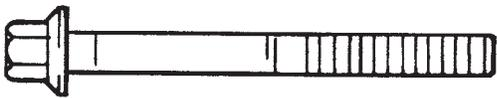

Figure 11-10. Boulons de bielle.
5. Monter la chape interne de bielle à l'aide des deux vis hexagonales à embase. Trois types différents de boulons pour bielles ont été utilisés et chaque boulon a son propre couple de serrage. Si des boulons de 8 mm à tige droite sont utilisés, serrer par étapes à **22,7 N·m (200 pouces lb)**. Si des boulons de réduction de 8 mm sont utilisés, serrer par étapes à **14,7 N·m (130 pouces lb)**. Si des boulons de 6 mm à tige droite sont utilisés, serrer par étapes à **11,3 N·m (100 pouces lb)**. Des instructions illustrées sont fournies dans l'emballage d'entretien des bielles. Voir les Figures 11-10 et 11-11.